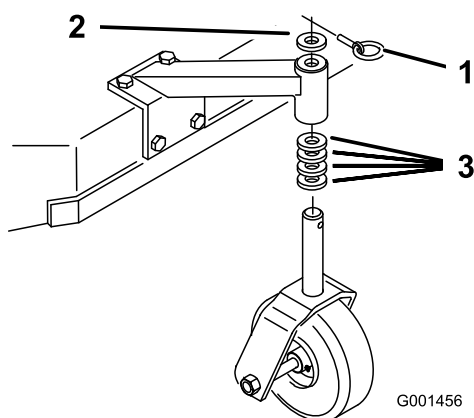

Figura 17
- Regolate i distanziali delle ruote orientabili in modo che corrispondano al foro dell'assale selezionato (Figura 17); fate riferimento a Tabella dell'altezza di taglio \(pagina 21\) e .
2. Staccate il perno di bloccaggio, estraete la ruota orientabile dal supporto e cambiate i distanziali (Figura 17).
3. Montate la ruota orientabile nel supporto e inserite il perno di bloccaggio (Figura 17).